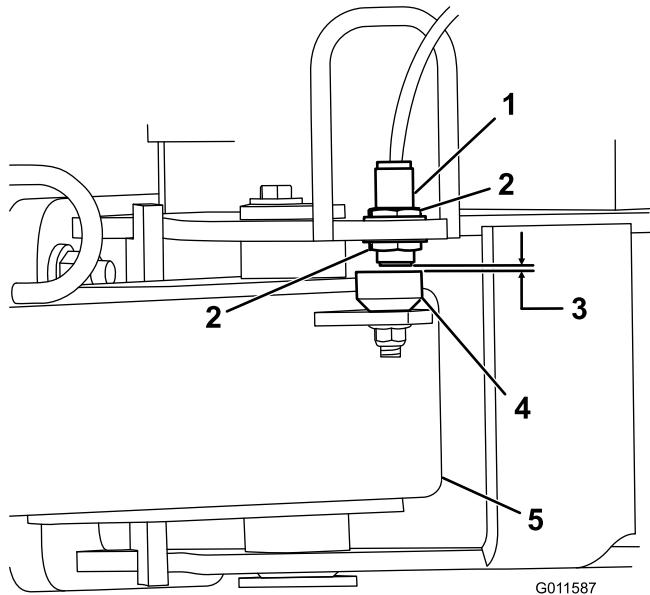

図 4
5. 近接スイッチをフレームに固定しているジャム・ナットをゆるめ、スイッチを下げて、ヒッチ・トングの検知プレートとスイッチとの距離が 3.3 ± 0.7 mm となるように調整する（図 4）。ジャム・ナットを締めて調整を固定する。